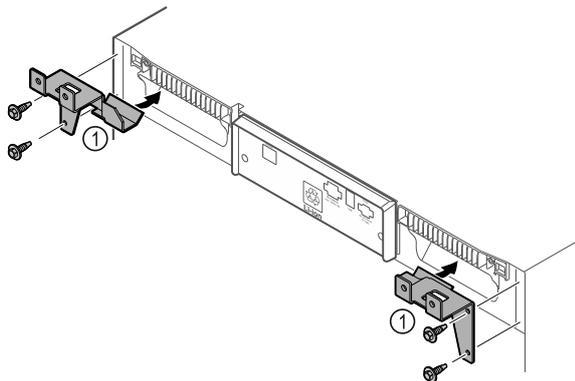

Fig. 11
- ▶ Monter les pièces de retenue Fig. 11 (1) sur l'appareil à l'aide de vis autotaraudeuses.